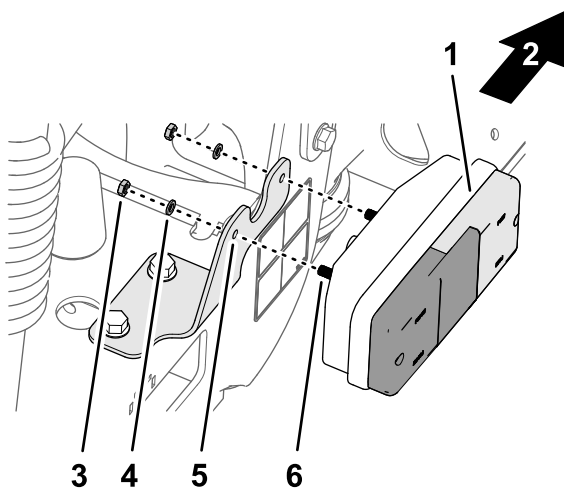

Figura 58
- Montate la lampada del fanale posteriore sulla relativa staffa (Figura 58) con 2 rondelle di bloccaggio e i 2 dadi (5 mm).